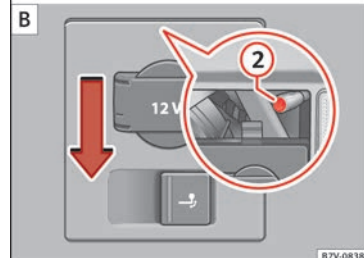

Bild 113 På sidan av bagageutrymmet: för att ta bort bakljusen på vänster och höger sida ① Ta av locket ② fästskruv
4.	Lossa fästskruven » bild 113 ② med skruvmejseln i bilens verktygssats » sidan 80. Bulten sitter fast i sitt läge.